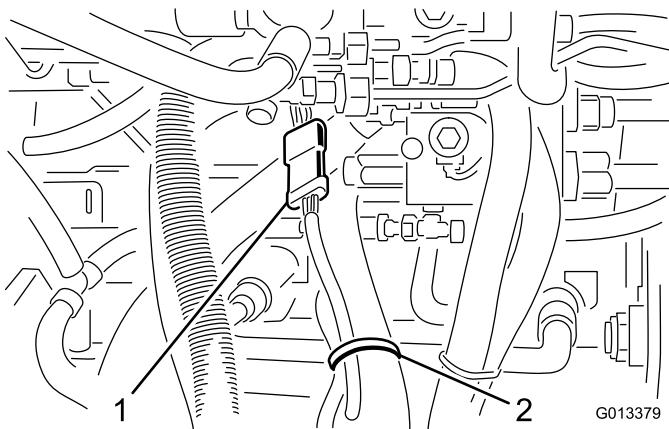

Figure 4
6. Localisez et débranchez le faisceau de câblage du plateau de coupe du faisceau de câblage du groupe de déplacement (Figure 4).